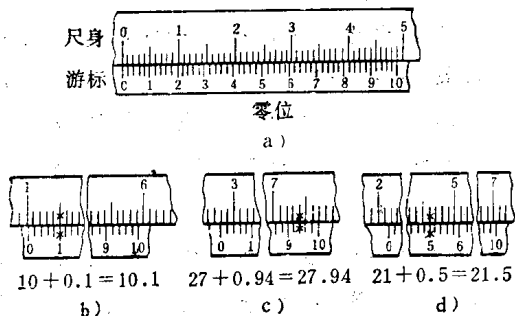

图1-35 0.02mm游标卡尺的读数方法
1) 游标卡尺的读数方法 游标卡尺按其游标读数值的不同，分为0.1、0.05和0.02mm三种。现以读数值为0.02mm的游标卡尺为例（图1-35），简述其读数方法如下：